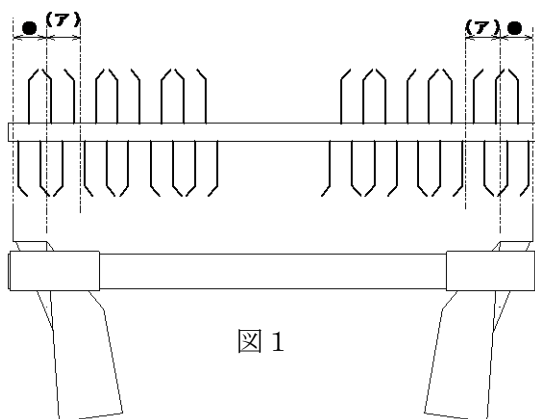

図1
うねの肩幅 → 整地板（L）（R）（C）を重ね合わせて幅を決める（図1参照）。
- ●+ア部を内向きに（図1）